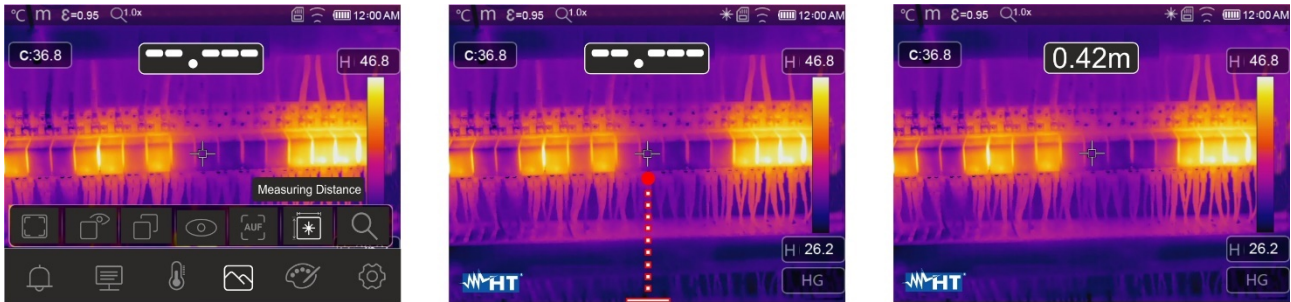

Fig. 38: Función medida de distancia con puntero láser
4. Toque el icono “” para activar la medida de distancia del instrumento desde el objeto encuadrado. La secuencia de las pantallas se muestra en Fig. 38
5. El puntero láser (ver Fig. 2 – parte 3) se enciende y parpadea intermitentemente. La medida de distancia está siempre activa en el instrumento y el resultado se muestra en la parte superior central de la pantalla (ver Fig. 38 - parte derecha). Mueva el instrumento a las posiciones donde desea tomar la medida
6. Pulse la tecla Trigger (T) para congelar la imagen y guardarla en la memoria del instrumento (ver § 4.2.5)